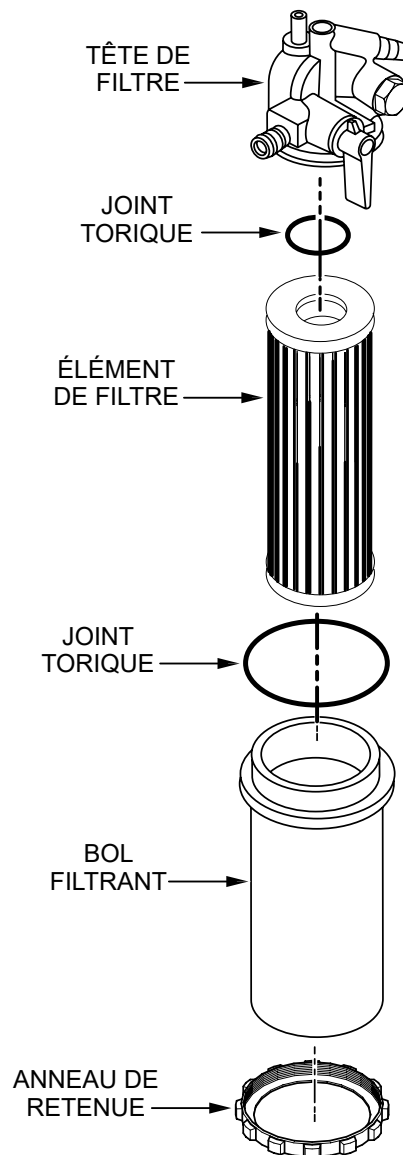

Figure 47. Démontage du filtre à carburant
3. Dévisser le **bol du filtre** (Figure 47) de la **tête de filtre**.
4. Rincer l'intérieur de la **tête du filtre** et le **bol du filtre** (Figure 47) avec du carburant diesel.
5. Retirer l'**élément filtrant** (Figure 47) et le rincer avec du gazole.
1. Dévisser le **bol du filtre** de la **tête du filtre** (Figure 47).
2. Retirer l'**élément filtrant** (Figure 47) et remplacez-le par un nouveau.
3. Remplacer le **joint torique** le plus grand (bol du filtre) (Figure 47) et enduisez-le d'une petite quantité d'huile moteur 15W-40 propre.